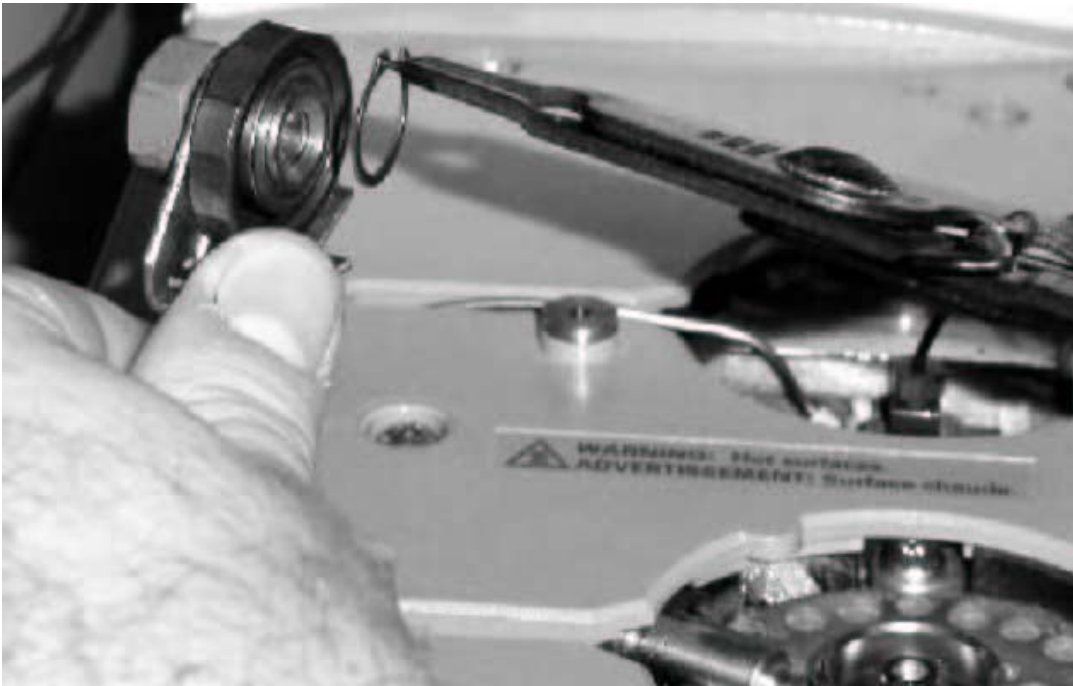
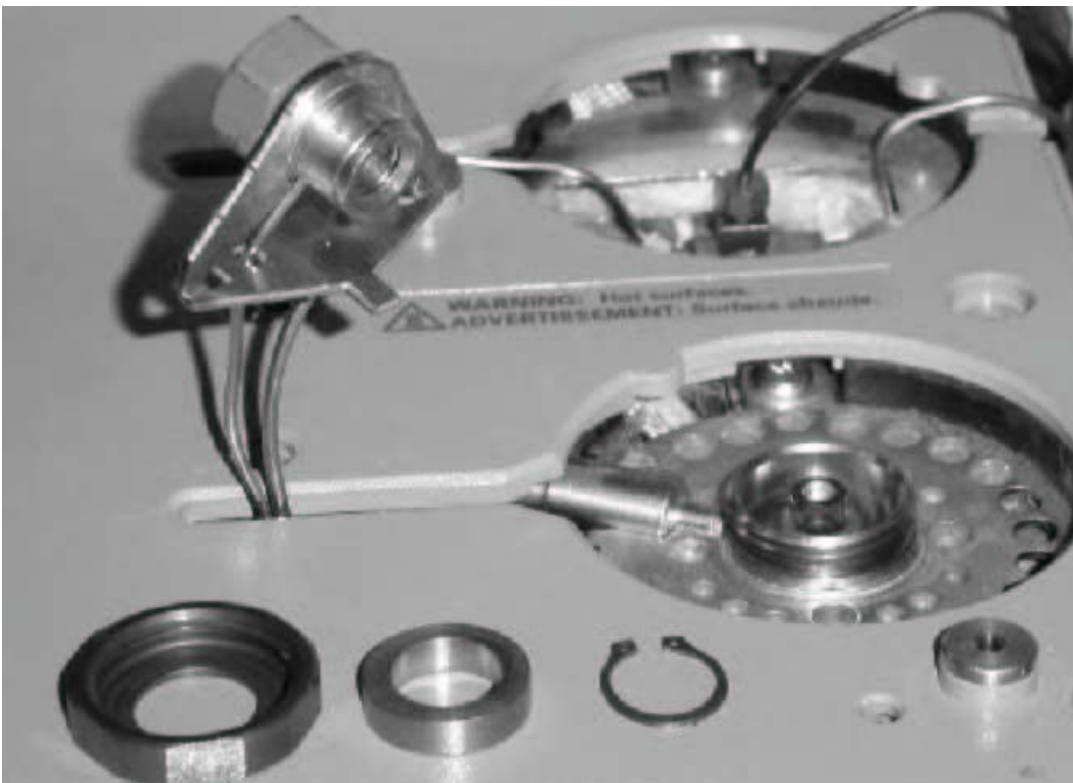

図2 スナップリングをスナップリングペンチではずしたところ
図3 はずしたあとのナット、スペーサ・リング、およびスナップリング。
- 5 添付されたスナップリングペンチで、注入口ナットアセンブリからスナップリングを外してください（図2参照）。スナップリングを外すと、ガス配管ラインから、ナットとスペーシングは外れます（図3参照）。